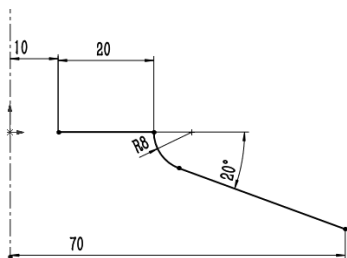

图 4-70 标注尺寸
① 新建文件。启动 SolidWorks 2017，选择菜单栏中的“文件”→“新建”命令，或单击“快速访问”工具栏中的“新建”按钮，在弹出的“新建 SolidWorks 文件”对话框中，单击“零件”按钮，然后单击“确定”按钮，新建一个零件文件。
② 新建草图。在“FeatureManager 设计树”中选择“前视基准面”作为草图绘制基准面，单击“草图”控制面板中的“草图绘制”按钮，新建一张草图。
③ 绘制中心线。单击“草图”控制面板中的“中心线”按钮，过原点绘制一条竖直中心线。
④ 绘制轮廓。单击“草图”控制面板中的“直线”按钮和“切线弧”按钮，绘制旋转草图轮廓。
⑤ 标注尺寸。单击“草图”控制面板中的“智能尺寸”按钮，为草图标注尺寸，如图 4-70 所示。